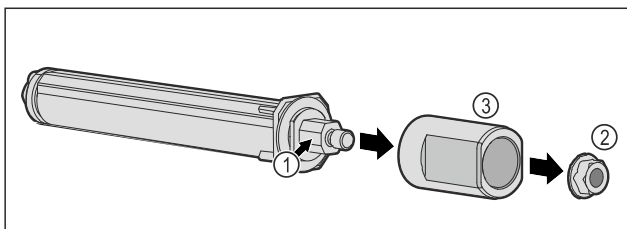

Fig. 50
- Ne pas démonter le système de fermeture de la porte Fig. 50 (1).
- Retirer l'écrou Fig. 50 (2).
- Retirer la douille Fig. 50 (3).